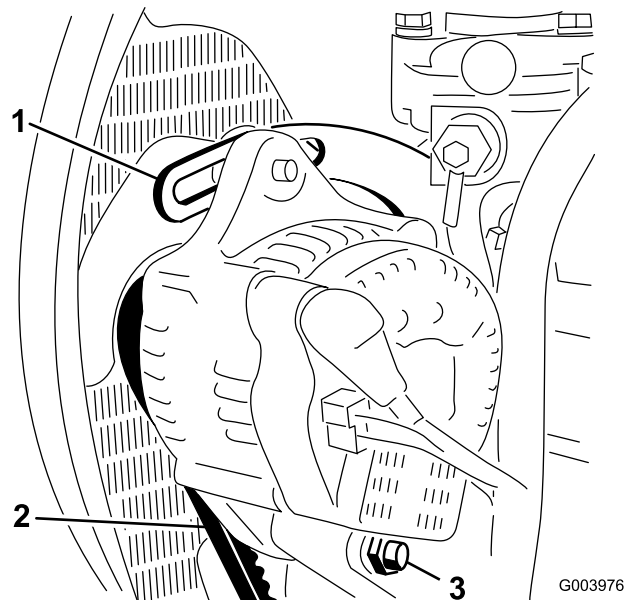

Figura 49
2. Compruebe la tensión de la correa del alternador flexionándola (Figura 49) en el punto intermedio entre las poleas del alternador y del cigüeñal con una fuerza de 10 kg.
3. Afloje el perno que fija el tirante al motor (Figura 49), el perno que fija el alternador al tirante, y el perno de pivote.